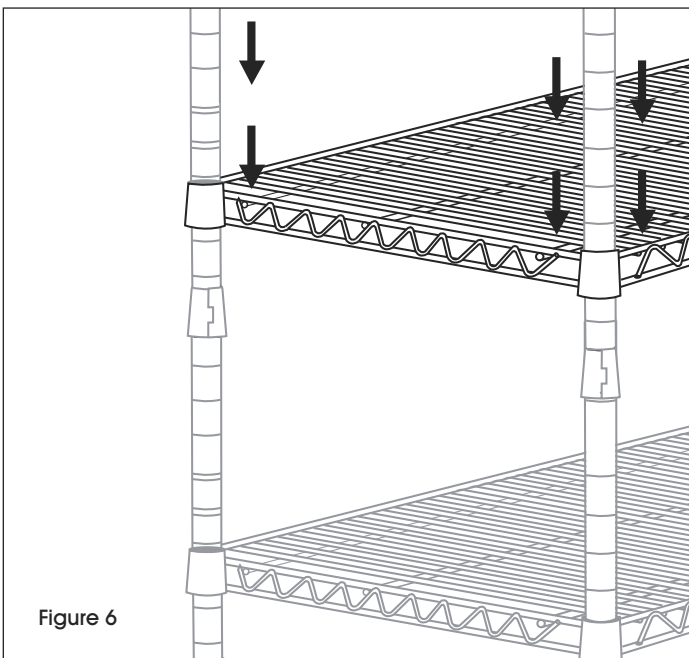

Figure 6
- Determine the height of the next shelf, snap on supports then add and secure shelf. Repeat this step to add the remaining shelves. (See Figure 6)
7. Déterminez la hauteur de la tablette suivante, enclenchez les supports, puis ajoutez et sécurisez-la. Répétez cette étape pour ajouter les autres tablettes. (Voir Figure 6)